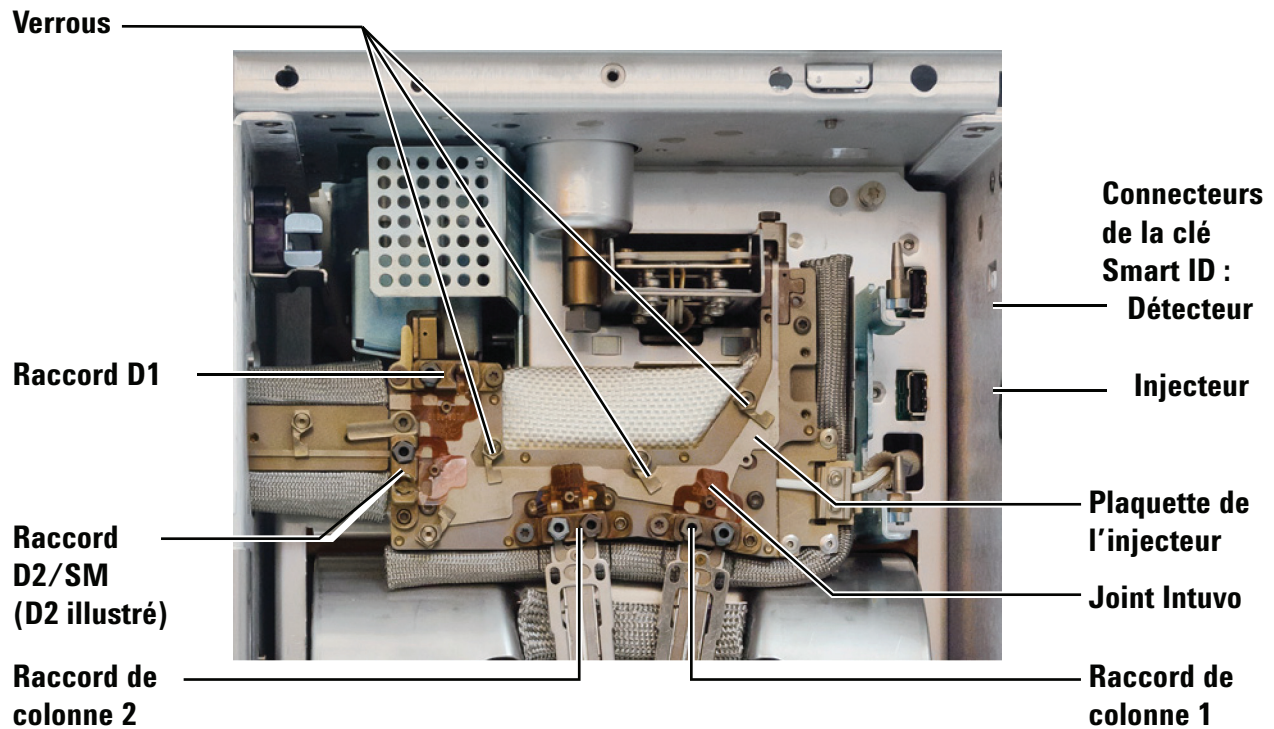

Figure 6 Les composants du bus Intuvo avec un accessoire de diviseur d'injecteur installé (injecteur avec/sans division illustré)
Figure 6 montre les composants de bus principaux Intuvo.
L'injecteur et les plaquettes de débit du détecteur (voir Figure 6) doivent être installés en premier, avant d'installer une colonne ou une sortie de détecteur.
- 7 Utilisez le tournevis dynamométrique pour ouvrir les clips qui sécurisent la plaquette de division sur le bus. Reportez-vous à Figure 6
- 12 Installez de nouveaux joints (4) dans chaque clic et faites le raccord.